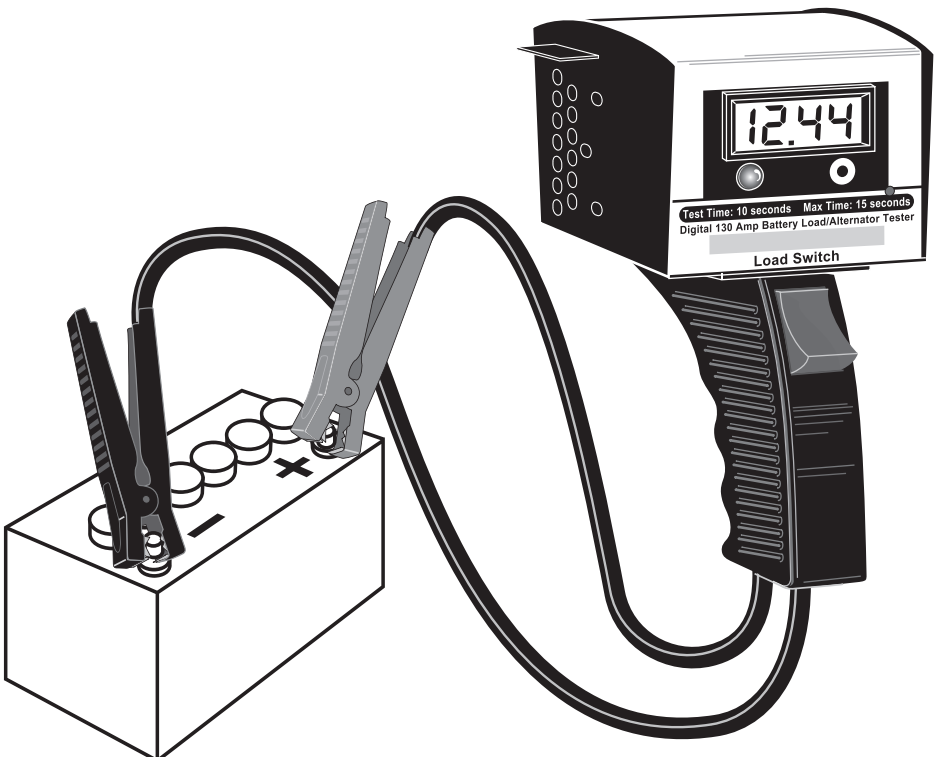

Figura 6 Prueba de arranque y configuración de prueba de recarga
1. Manteniendo la polaridad, conecte el dispositivo de prueba en los bornes de la batería del vehículo: Rojo para positivo (+), negro para negativo (-). Consulte la **figura 6**.
5. Mientras observa la polaridad, conecte el dispositivo de prueba en los bornes de la batería: Rojo para positivo (+), negro para negativo (-). Consulte la **figura 6**.